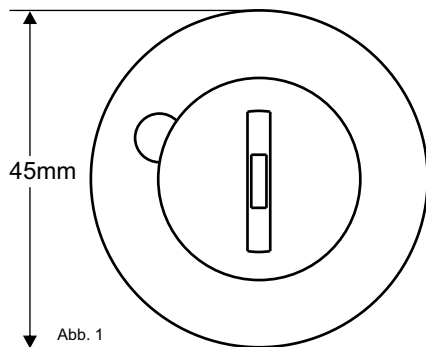

Abb. 1
- Bei der Installation im beiliegenden TS-Gehäuse dessen Schlitz senkrecht ausrichten (siehe Abb. 1), so dass die Luft von unten nach oben am Sensor vorbei strömen kann.